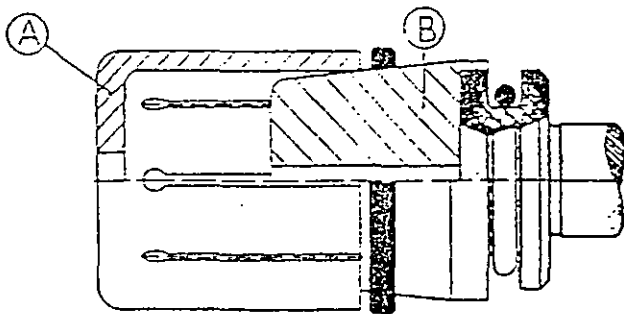

Fig. 5
- Glyd-Ring mit Spreizhülse (A) über die konische Montagehilfe (B) schieben (Fig. 5).